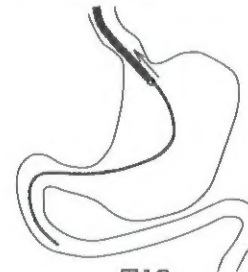

図13
2. ガイドワイヤーが抜けないように注意しながら内視鏡を抜去する。この時内視鏡を抜きながら、ガイドワイヤーを送り込むように行う。なお、その時は必ずX線透視下で進める（図13）。